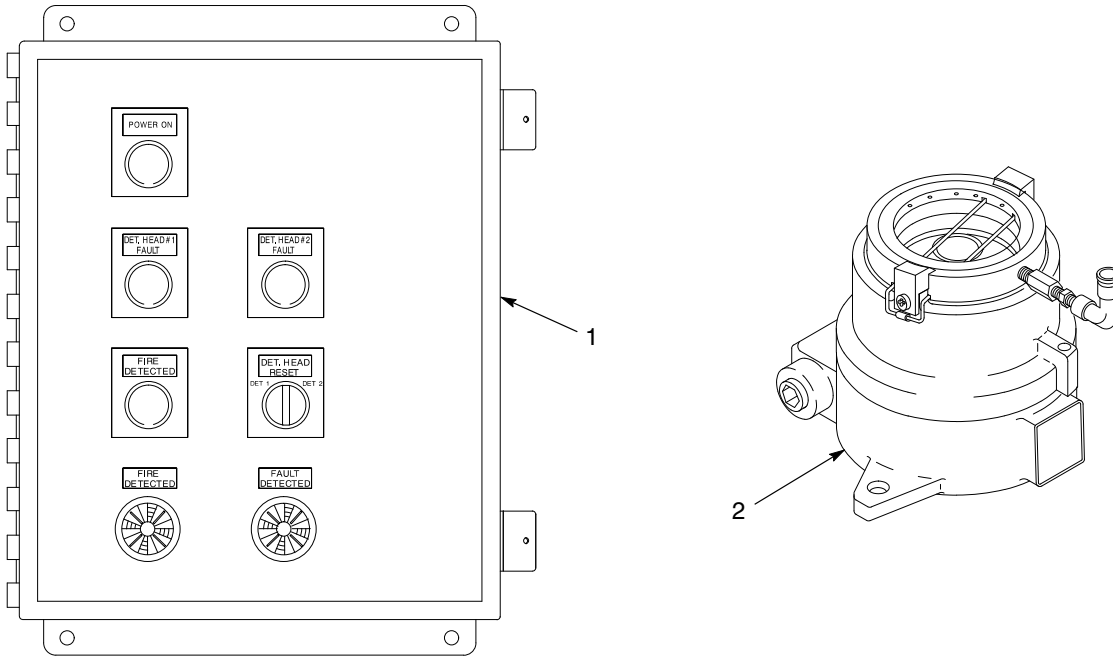

Figura 1 Componentes del detector de incendios
Ver la figura 1. El detector de incendios consiste en un panel indicador (1) y una o dos cabezas detectoras (2).